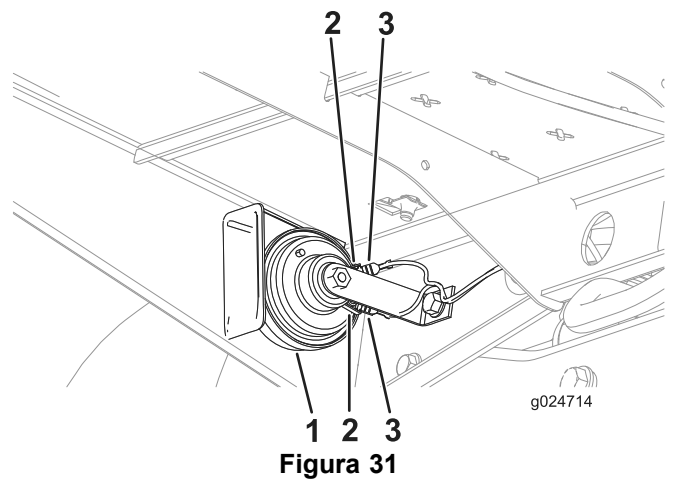

Figura 31
2. Conecte la pata del arnés de cables que tiene 2 terminales a los 2 terminales del claxon (Figura 31).